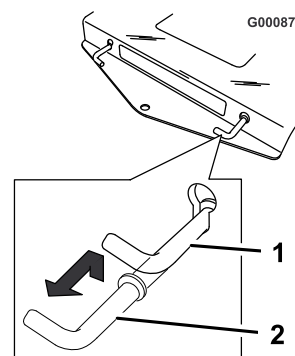

Figura 17
Tire hacia arriba de cada palanca de desvío, y luego hacia fuera del todo. Empuje las palancas hacia abajo (Figura 17).
3. Tire de las dos palancas de desvío hacia arriba y empújelas hasta que la arandela de la varilla pase por la ranura. Empuje hacia abajo las palancas para bloquearlas (Figura 17).